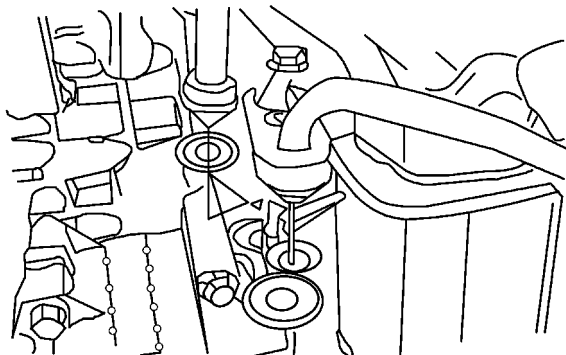

图 5-52 拆卸排出软管管板至压缩机螺母
- 3) 按照图 5-52 所示, 拆卸排出软管管板至压缩机螺母。